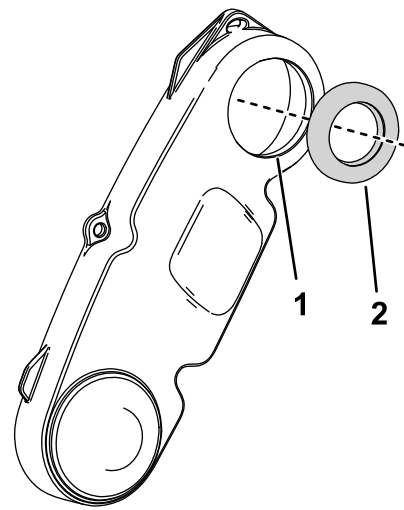

Figura 9
6. Lubrique el reborde de la cubierta de la transmisión del molinete y presione la junta para que quede enrasada con la cubierta (Figura 9)